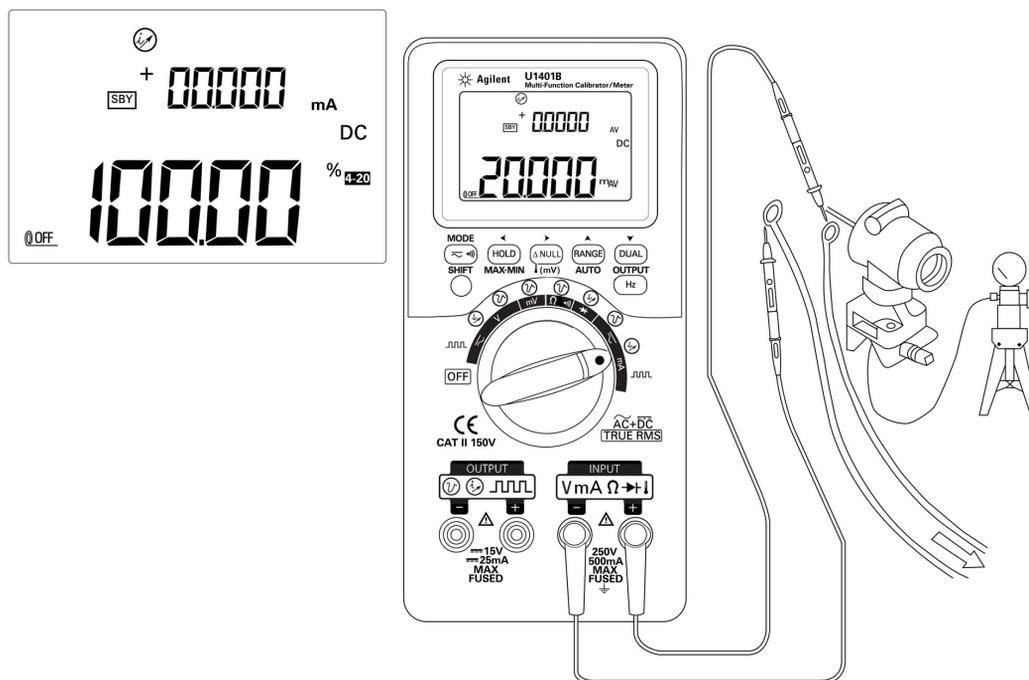

Figura 3-3 Misurazione della corrente CC (mA)
- 4 Misurare i punti di test in serie con il circuito, quindi leggere il display (vedere Figura 3-3).
- 5 Misurare i punti di test in serie con il circuito, quindi leggere il display. Il display ingrandito nella Figura 3-3 mostra la lettura della scala percentuale che rappresenta 20 mA nell'intervallo compreso tra 4 mA a 20 mA.